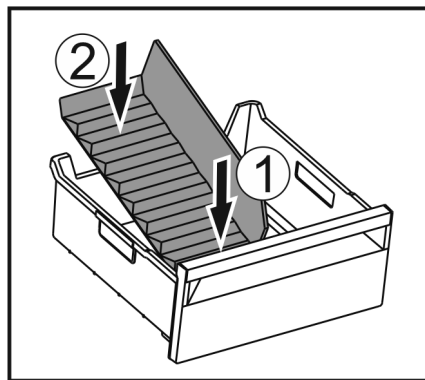

Fig. 115
- ▶ 装入冰格分隔器前部。 Fig. 115 (1)
- ▶ 将冰格分隔器后部放低至抽屉底板。 Fig. 115 (2)